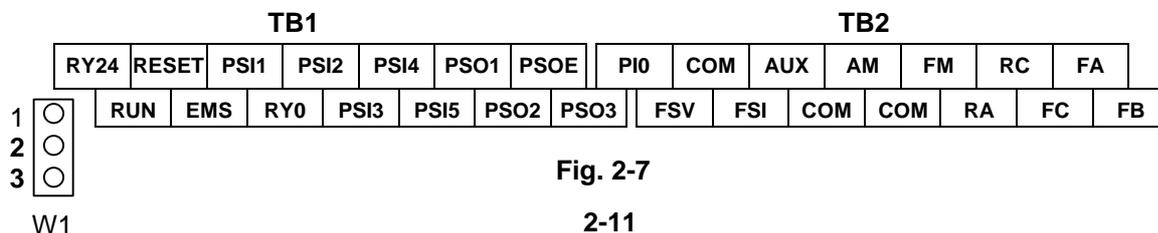

Fig. 2-7
- 9) La disposizione della morsettiere del circuito di controllo è illustrata alla Fig. 2-7, le sue funzioni alla Tabella 5-1. I terminali contrassegnati dallo stesso simbolo sono collegati internamente.